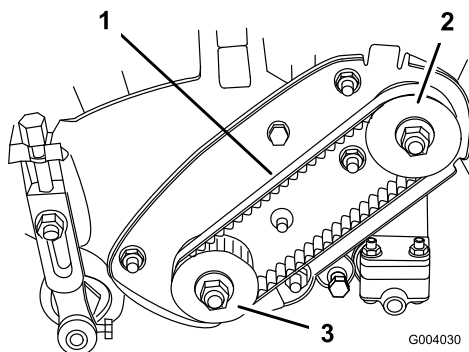

Figura 31
2. Verificate la tensione premendo sulla cinghia (Figura 31) al centro tra le pulegge, applicando una forza di $1,8 \pm 0,5$ kg. La cinghia deve flettersi di 4,8–7,9 mm. Se la flessione non è esatta, procedete alla voce seguente.